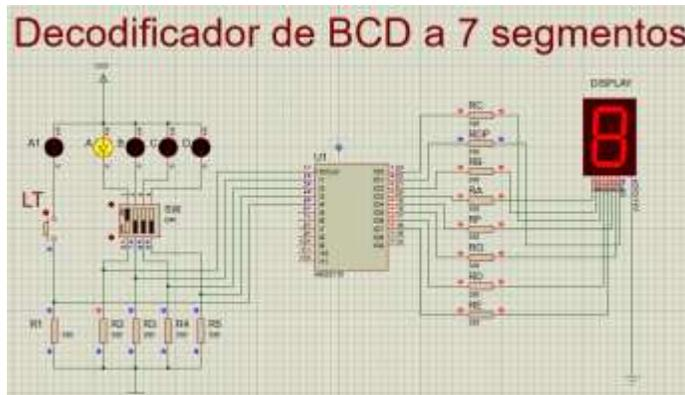

Figura 1: Diagrama de alambrado propuesto para la Simulación en PROTEUS
5.- Para su implementación, se deberá considerar la asignación más conveniente de terminales de entrada y salida, evitando cruces en el cableado. La disposición de terminales del Display seleccionado se muestra en la figura 1 y deberá ser considerada en el diseño del decodificador